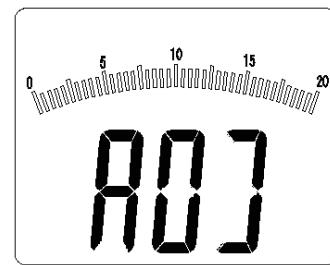

Рисунок 3-1-4B
- Закройте датчик защитной крышкой, затем нажмите и удерживайте кнопку «HOLD/ZERO» более одной секунды, и на дисплее появится индикатор «ADJ» (см. рисунок 3-1-4B), а прибор переключится в режим калибровки нуля. Через несколько секунд индикатор «ADJ» исчезнет с дисплея, и при-